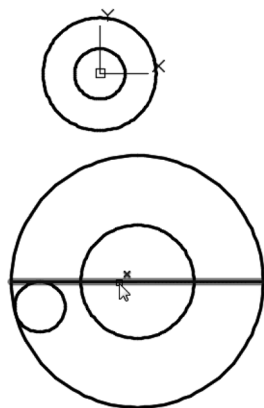
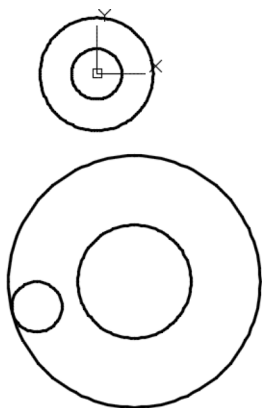

图 12-34 选择要删除的一条直线段
图 12-35 删除直线段后的结果
7) 删除一条直线段。在功能区“默认”选项卡的“修改”面板中单击“删除”按钮 , 接着选择要删除的一条直线段, 如图 12-34 所示, 按〈Enter〉键确认。删除该直线段后的图形效果如图 12-35 所示。